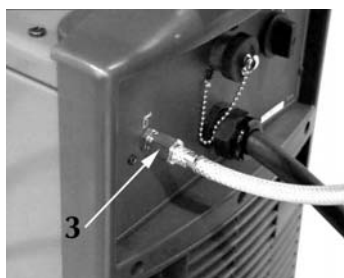

Fig. 15
- 3) Ligar a conexão do tubo de gás (Fig. 15 à conexão de gás () no painel posterior do gerador.